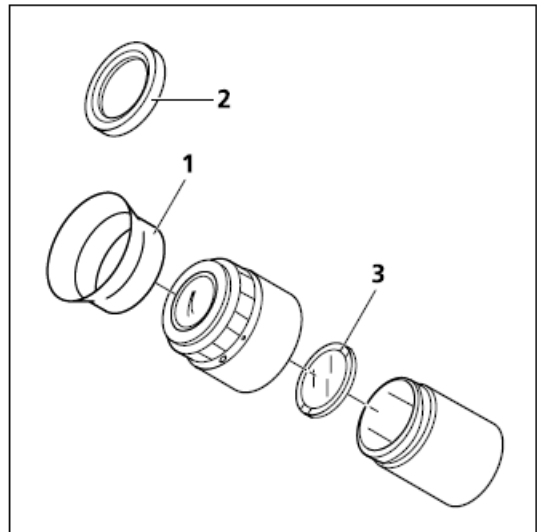

图. 3-7 安装目镜十字线
装好目镜十字线(图 3-7/3)后,需要经目镜调节至红点位置
- 1 从目镜中取下橡胶环（图 3-7/2），然后换上目镜罩（图 3-7/1）。